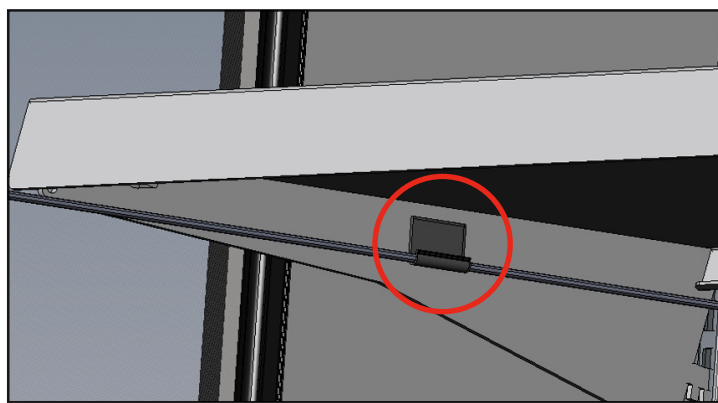

Рис. 4. Зафиксируйте кабель питания.
4. Закрепите кабель питания на J-образном зажиме на кронштейне полки. См. рис. 4.